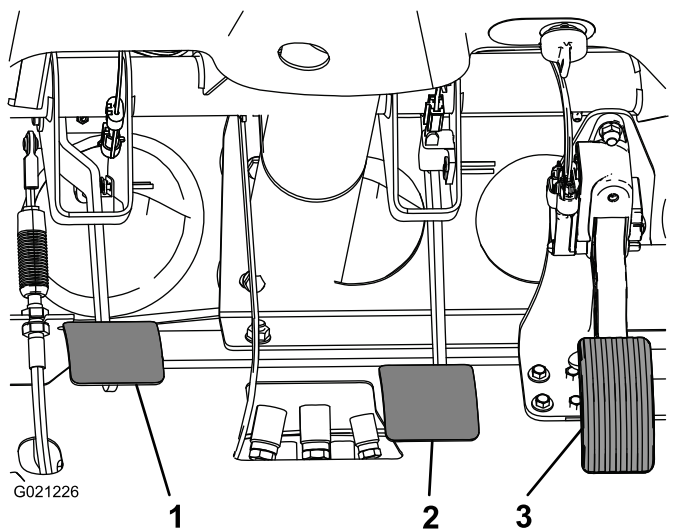

Figura 67
2. Tire hacia arriba del pedal de freno (Figura 67) hasta que entre en contacto con el bastidor.
3. Afloje las contratuercas que fijan la horquilla al eje del cilindro maestro (Figura 67).